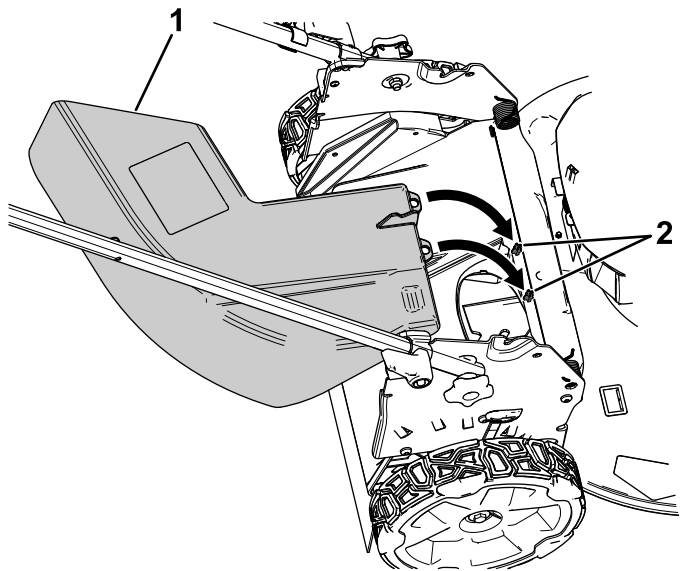

Figure 13
2. Fixez la goulotte d'éjection latérale à l'arrière de la machine en vous aidant des points de fixation (Figure 13).